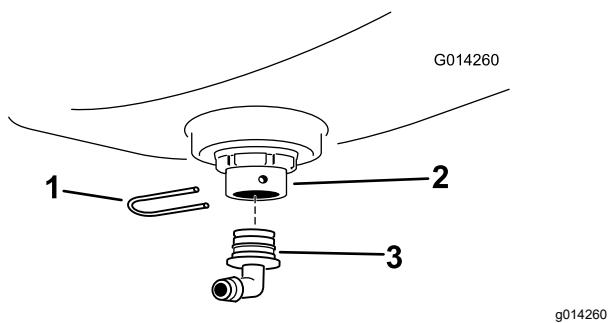

Bild 9
es mit einem 90°-Anschlussstück an der Befestigungsgabel (Bild 9).
5. Montieren Sie den 53,3 cm langen Schlauchabschnitt, den Sie in Schneiden des Schlauchs \(Seite 5\) abgeschnitten haben, mit einer Schlauchklemme am 90°-Anschlussstück und ziehen Sie die Klemme mit der Hand an (Bild 9).